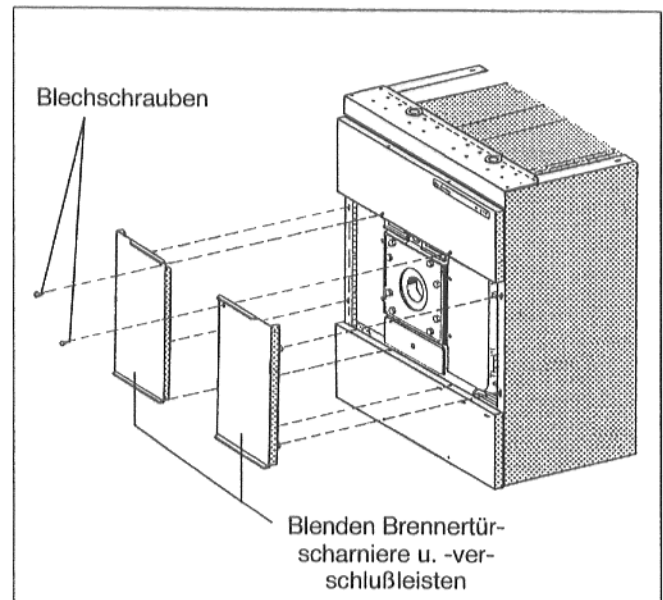

Abb. 48
- Blenden der Brenntürscharniere und -verschußleisten mit der Lasche in die untere Blende der Reinigungsdeckel und mit den seitlichen Haken in die Seitenwände einhängen (Abb. 48).
- Blenden der Brenntürscharniere und -verschußleisten oben mit je einer Blechschraube an die Blende der oberen Reinigungsdeckel anschrauben (Abb. 48).